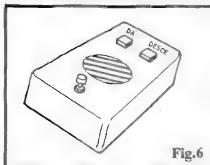

Fig. 6
**- FIG. 6 - SUGESTÃO PARA CAIXA/ACABAMENTO** - São, certamente, muitas as possibilidades de finalização do ODODE, porém a mais simples costuma ser a melhor (esse axioma também é válido em questões puramente estéticas...). Assim, a distribuição dos LEDs, furos de saída de som da cápsula piezo, **push-button**, etc., no painel principal do **container**, poderá obedecer a sugestão da figura. São muitas as caixas plásticas padronizadas, ofertadas no varejo especializado, e que se prestarão ao acondicionamento do circuito do ODODE, com bons resultados visuais... Marcações feitas com caracteres transferíveis ("Letrast" ou similar...) darão um aspecto mais profissional e sofisticado ao conjunto (aquela brincadeira dos rótulos "DÁ" e "DESCER", visto junto aos LEDs na figura, obviamente que não é obrigatória, podendo ser substituída por qualquer outro conjunto dual de marcações...).